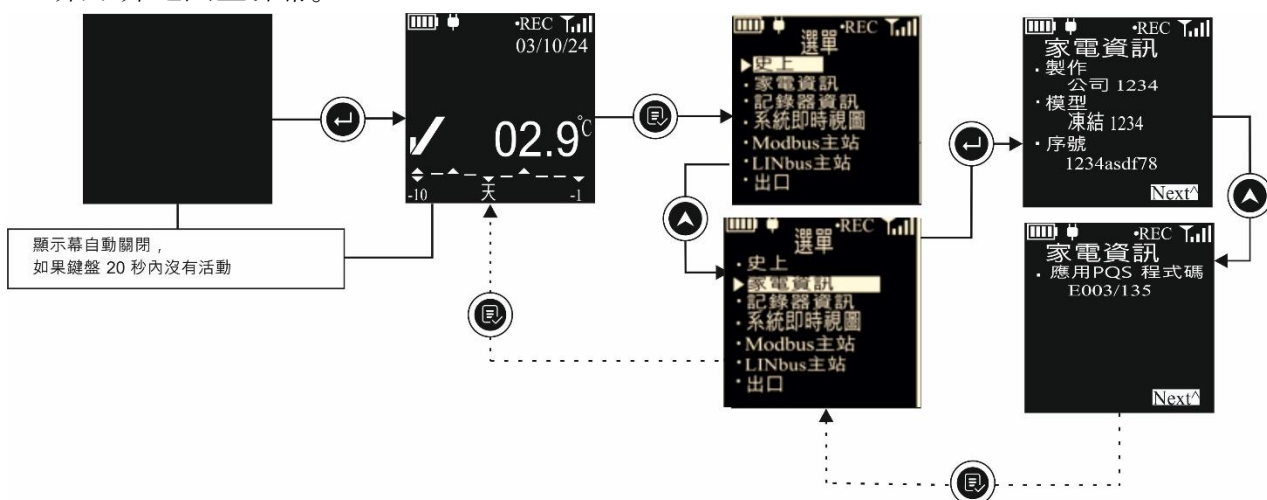

图 21 电器信息菜单
- 访问主菜单并按照图 21 所示步骤选择 Appliance Info 选项.
注：图 21 中显示的信息仅供参考。